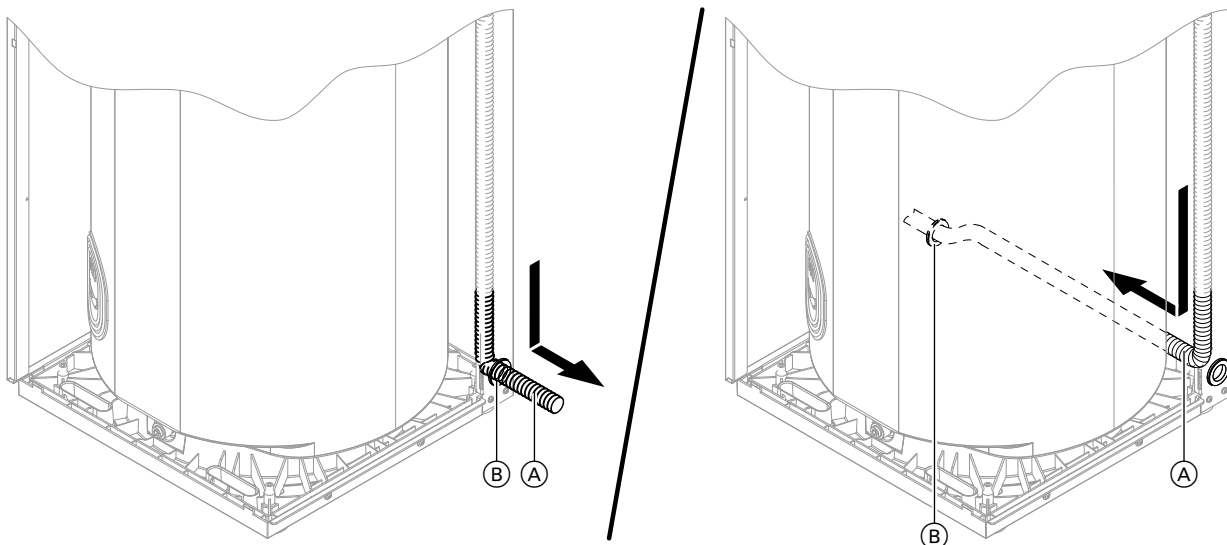

Abb. 34
2. Der dehnbare Ablaufschlauch (A) kann je nach Einbausituation entweder nach links oder rechts über die Tülle (B) aus dem Gerät geführt werden: Siehe Abb. 34.